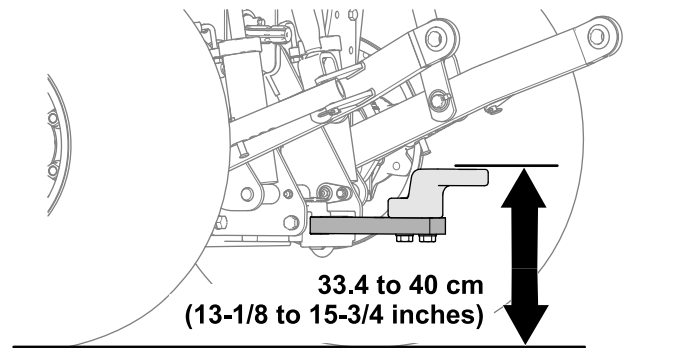

Bild 27
- Arbeitshöhe: 33,4 bis 40 cm; siehe **Bild 27**.